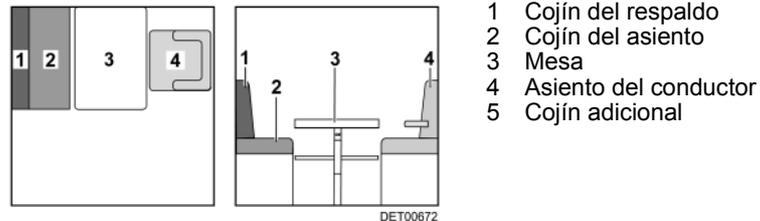

Fig. 49 Antes de la transformación
- Girar el asiento del conductor (Fig. 49,4) y empujarlo completamente hacia adelante.
- Transformar la mesa (Fig. 49,3) en base de cama (véase apartado 7.6.1).